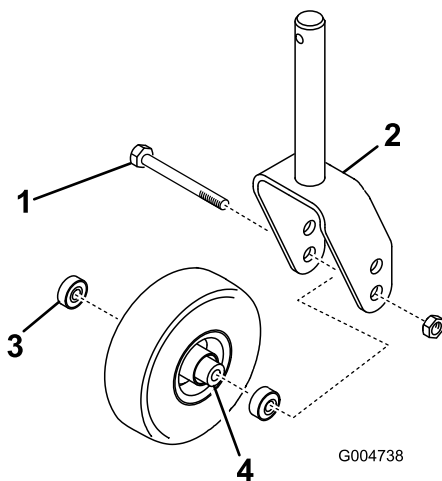

Figure 27
1. Enlevez le contre-écrou du boulon qui fixe la roue pivotante à la chape (Figure 27). Maintenez la roue pivotante et sortez le boulon de la fourche ou du bras pivotant.
2. Enlevez le roulement du moyeu de la roue et laissez tomber la douille d'écartement à l'extérieur (Figure 27). Enlevez le roulement de l'autre côté du moyeu.